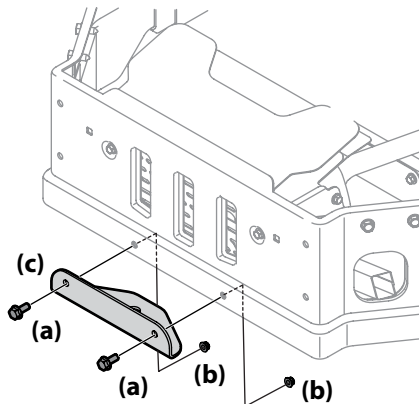

Figura 2-10
1. Extraiga los tornillos hexagonales con brida (a), las arandelas y las tuercas de seguridad con brida (b) que sujetan la ménsula de enganche (c) al paragolpes. Vea la Figura 2-10.